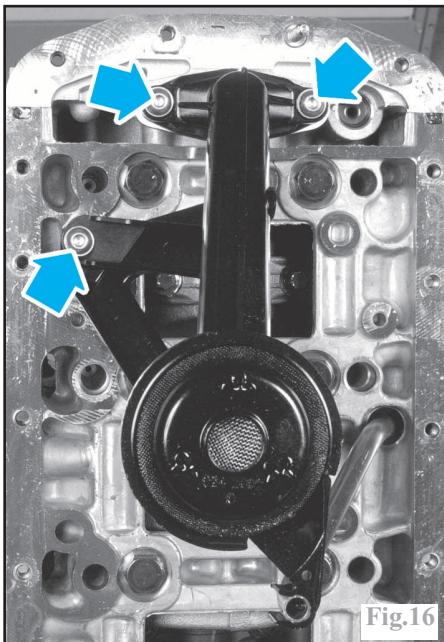

Fig.16
-les vis de fixation de la crépine (Fig.16).